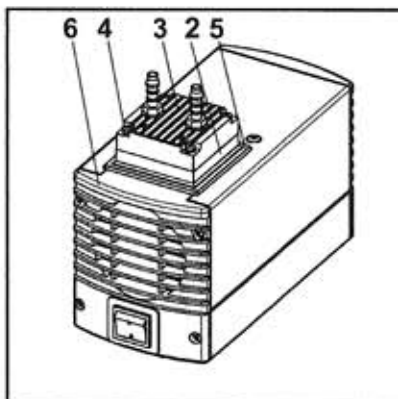

Abb. 7: Pumpenkopf abmontieren
1. Kopfdeckel (Abb. 7/3), Zwischenplatte (2), Abdeckung (5) und Gehäusedeckel (6) mit einem durchgehenden Bleistiftstrich markieren. Damit lässt sich ausschließen, dass die Teile beim späteren Zusammenbau falsch montiert werden.
2. Die vier Kopfdeckelschrauben (4) lösen und den Kopfdeckel (3) zusammen mit der Zwischenplatte (2) vom Pumpengehäuse abnehmen.
1. Von der Zwischenplatte (2) die Ventilplatten/Dichtungen (7) entfernen.
2. Ventilsitze, Zwischenplatte (2) und Kopfdeckel (Abb. 7/3) auf Sauberkeit prüfen; bei Unebenheiten und Kratzern sind diese Teile zu ersetzen.
3. Die neuen Ventilplatten/Dichtungen (7) in die Ventilsitze der Zwischenplatte (2) einlegen; die Ventilplatten/Dichtungen für Druck- und Saugseiten sind identisch, gleiches gilt für Ober- und Unterseite der Ventilplatten/Dichtungen.
4. Durch leichte horizontale Bewegung der Ventilplatten/Dichtungen (7) sicherstellen, dass diese nicht verspannt liegen.
1. Zwischenplatte (2) mit Ventilplatten/Dichtungen (7) entsprechend der Bleistiftmarkierung auf das Gehäuse setzen.
2. Kopfdeckel (Abb. 7/3) zusammen mit Abdeckung (Abb. 7/5) entsprechend der Markierung auf die Zwischenplatte (2) setzen.
3. Durch leichte seitliche Bewegung des Kopfdeckels (Abb. 7/3) dessen Zentrierung prüfen.
4. Schrauben (4) über Kreuz handfest anziehen.